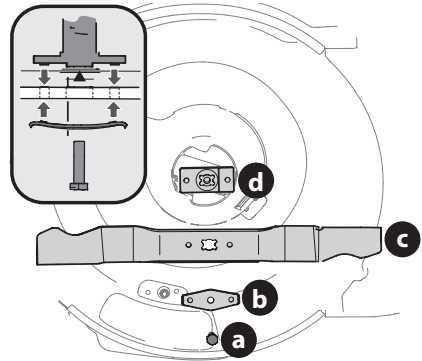

Figura 24
- Retire el perno (a) y el soporte de campana de la cuchilla (b) que sostienen la cuchilla y el adaptador al cigüeñal del motor (Figura 24).
- Retire la cuchilla (d) y el adaptador de la cuchilla (d) del cigüeñal (Figura 24).
7. Lubrique el cigüeñal del motor y la superficie interna del adaptador de la cuchilla con aceite ligero. Vea el recuadro de la Figura 24.